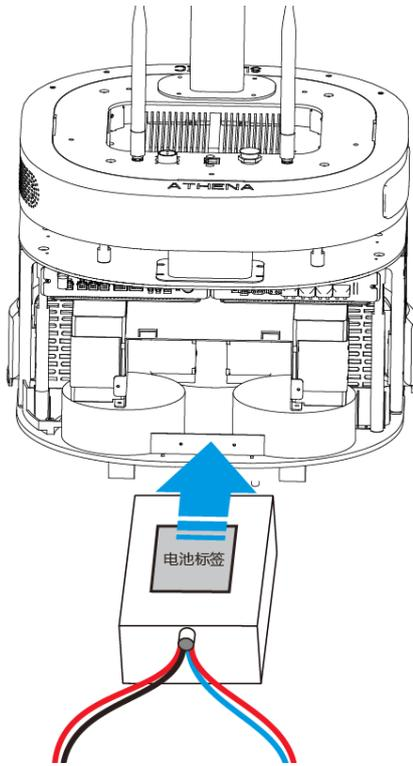
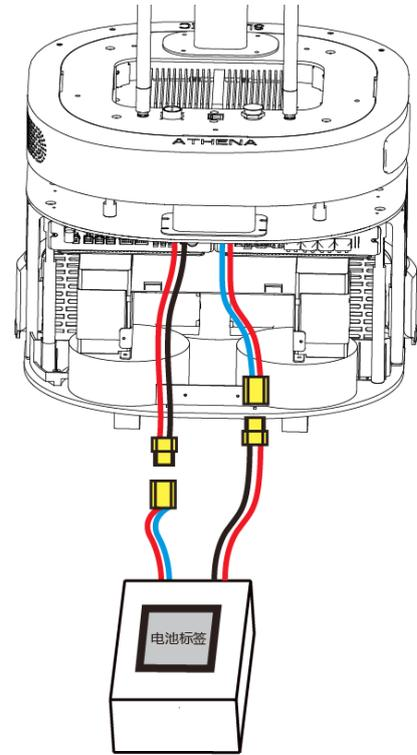

图 16
图 17
3. 如图 16 所示，将电池说明标签所在一侧朝上置于电池仓中，然后如图 17，将电池的黑线公头连接至断路器的母头接口，将电池的蓝线母头连接至小盒子的 BATIN 接口。